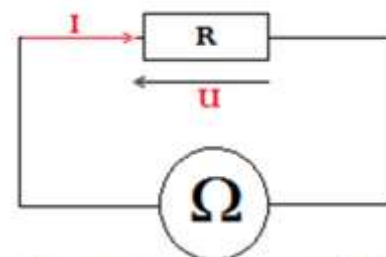

Figure 3.6 : Mesurage de la résistance R
- La résistance **R** (en Ohms), qui joue le rôle de coefficient de frottement b ($\vec{f} = -b \times \vec{V}$) en mécanique et qui se mesure à l'aide d'un **ohmmètre**. Voir figure 3.6.